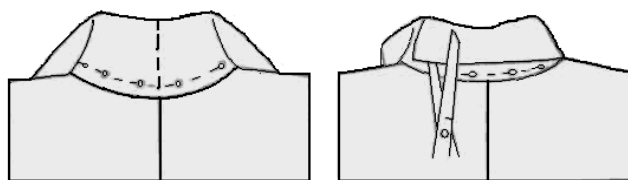

Рисунок 16 Проверка формы и размеров воротника
8. Уточнить форму воротника и размеры, правильность линии втачивания. Если посадка воротника вас не устраивает, то есть он лежит слишком плоско (его стойка мала), или, наоборот, затянут (стойка велика и может быть даже шире, чем отлет), необходимо сделать на макете несколько разрезов от отлета до линии втачивания (Рисунок 16). Разрезы нужно расположить симметрично с обеих сторон, через равные промежутки и довести их почти до линии втачивания воротника в горловину.